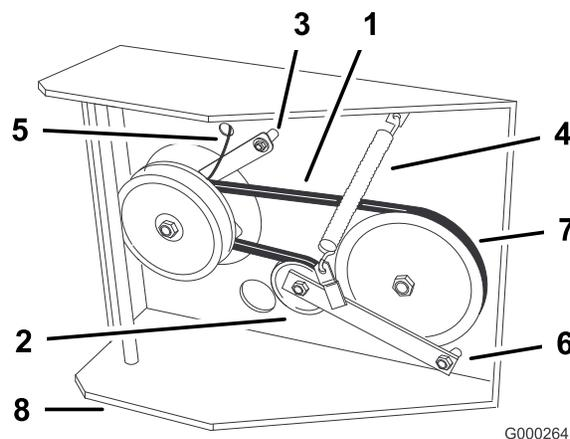

Figure 43
7. Détachez le dispositif de retenue de l'embrayage du plancher moteur (Figure 43).
8. Débranchez le ressort de tension sur le côté du cadre (Figure 43).
12. Placez le ressort de tension entre le bras de tension et la patte du cadre (Figure 43).
13. Reposez le dispositif de retenue de l'embrayage sur le plancher moteur (Figure 43).